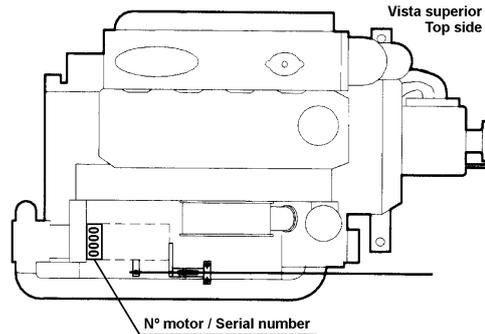

Abb. 1.2
- In dem Motorblock eingetragene Seriennummer (sehen Sie Abb. 1.2)